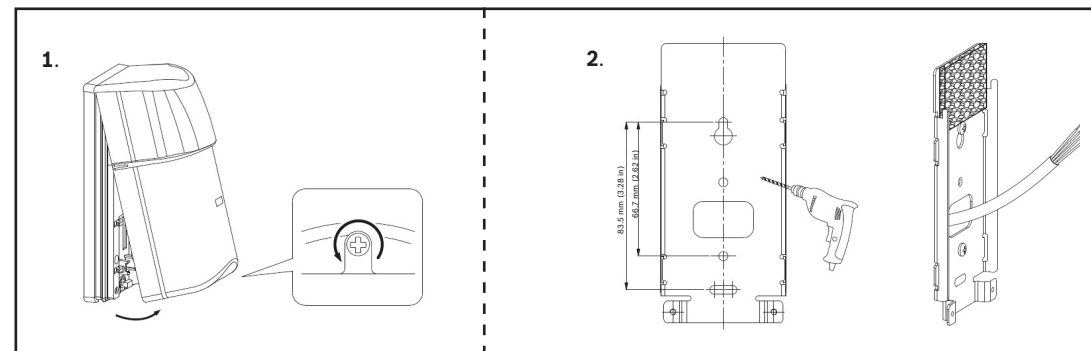

Figura 2.1: Ajuste de la placa de montaje y extracción de la cubierta
1. Quite la cubierta y la placa de montaje. Consulte la Figura 2.1.